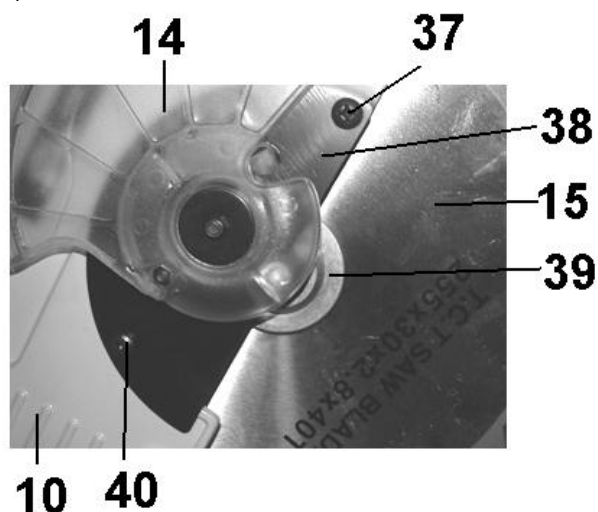

Рис. 3
Для снятия пыльного диска (15) переведите защитный кожух (14) в верхнее положение, выкрутите винт (37) и ослабьте винт (40), Рис.3.
Переведите защитный кожух (14) в верхнее положение так, чтобы открыть полный доступ к пыльному диску (15), Рис.3.